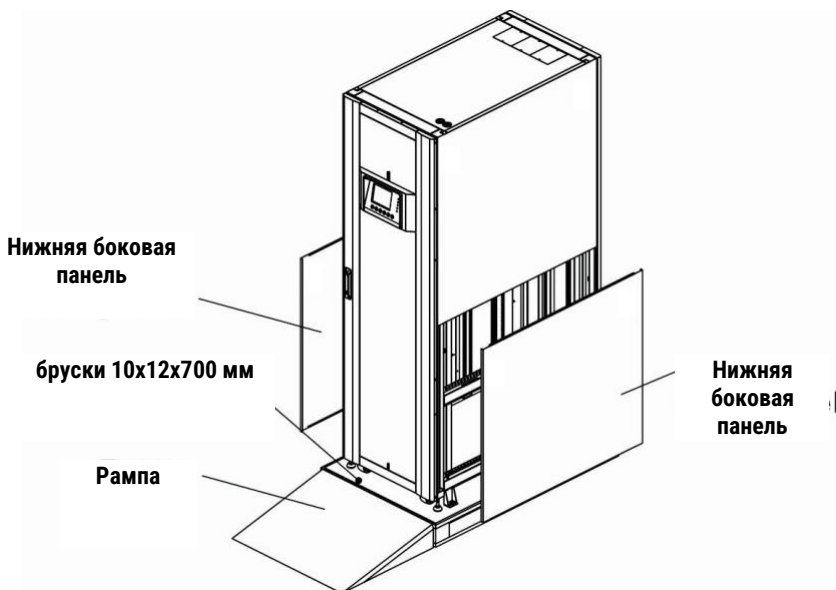

Рисунок 2-3
3. Поместите рампу в передней части шкафа и вставьте небольшие деревянные бруски в паз. Затем снимите две боковые панели. См. рисунок 2-3.